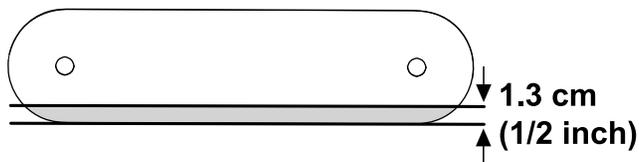

图 19
- 1. 在卸下的支撑板上从前面向后修剪 1.3cm 剪掉图 19 中所示的阴影区。